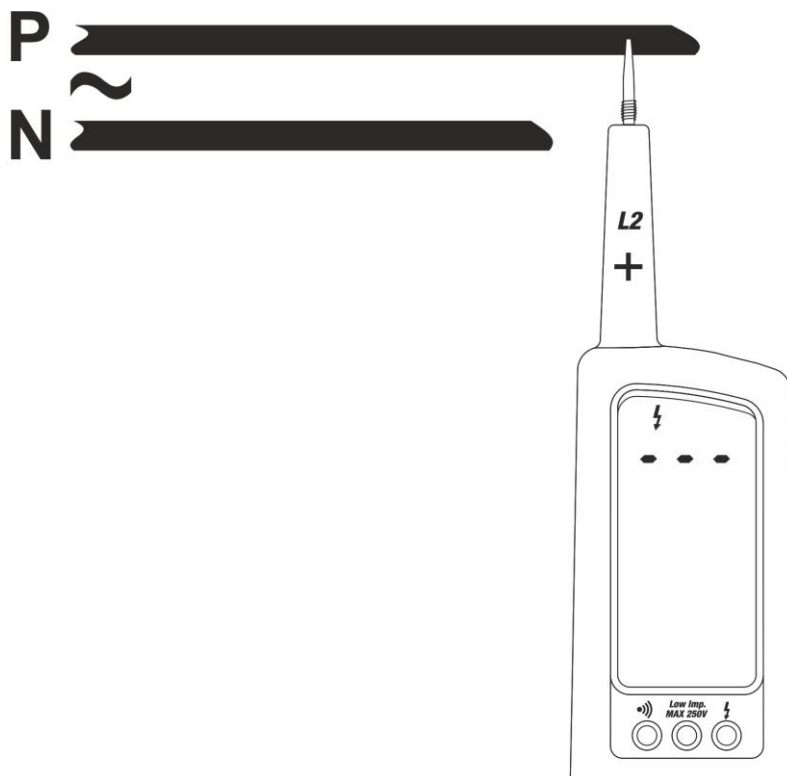

Fig. 5: Detección de Tensión CA a 1-hilo
2. Conecte la punta **L2** al objeto en pruebas (ver la Fig. 5). La medida se realiza **solo cuando la punta está en contacto con conductores activos.**